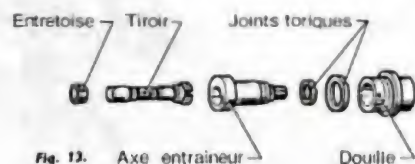

Fig. 13. Axe entraîneur
- Sortir le tiroir et son entretoise (1) (fig. 13).
Démontage des raccords de sortie (fig. 13)